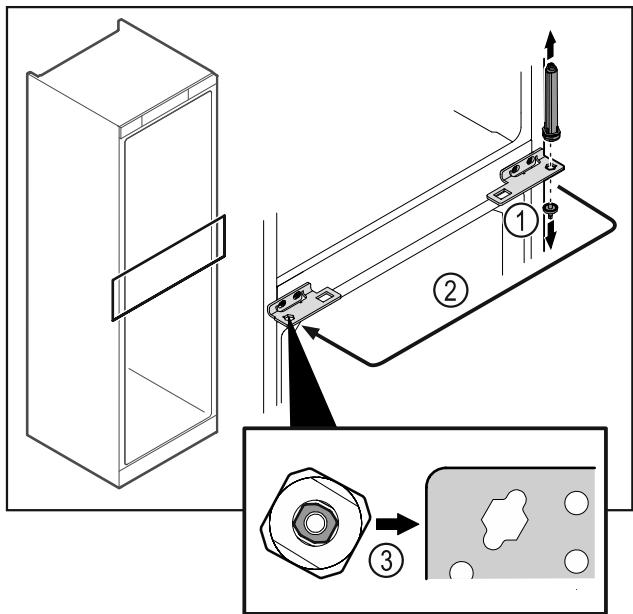

Fig. 48
- ▶ Открутите шарнирный палец Fig. 48 (1).
- ▶ Переставьте систему закрытия двери Fig. 48 (2).
- ▶ При установке следите за правильным выstellungением системы закрытия двери Fig. 48 (3).